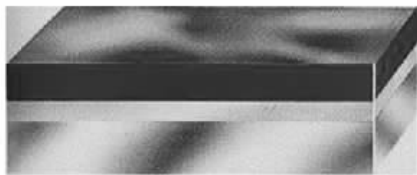

图 4-2 白化、发白缺陷
(1) 白化、发白缺陷 涂装过程中,或刚涂装完毕的涂层表面,呈现乳白色、产生云样的变白失光现象。这种缺陷多发生在涂装挥发性涂料的场合,严重时完全失光,涂层上出现微孔及力学性能下降,如图 4-2 所示。
(2) 产生原因
① 施工场所的空气湿度太高。
② 所用有机溶剂的沸点低,而且挥发太快。
③ 被涂物的温度低于室温。
④ 涂料和稀释剂中含水,或压缩空气带入水分。
⑤ 溶剂和稀释剂的选用及配比不恰当,造成树脂在涂层中析出而变白。
(3) 防治措施
① 涂装场地的环境温度最好在 $15 \sim 25^{\circ}\text{C}$,相对湿度不高